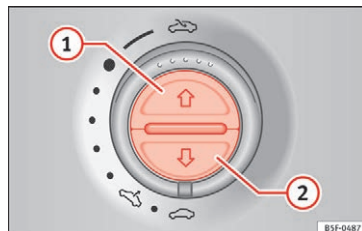

Fig. 137 I loftet: knapper til rullegardin
Fuldstændig åbning (automatisk funktion)	Tryk på knappen » Fig. 137 ① et kort øjeblik.
- Kontakten skal stå i positionen lukket »»  Side 13 ①.
- *Panoramaskydetag:* Inden for ca. 5 sek. efter udløsning af kraftbegrænsningen skal du trække kontakten bagud »»  Side 13 (pil ⑤), indtil panoramaskydetaget er helt lukket.
- *Rullegardin:* Inden for ca. 5 sek. efter udløsning af kraftbegrænsningen skal du trykke på knappen »» Fig. 137 ②, indtil rullegardinet er helt lukket.